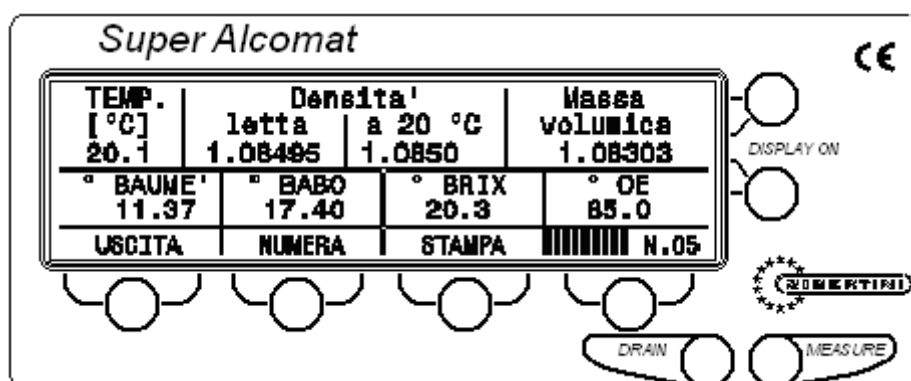

Fig. 15
- selezionare VALUTAZIONE MOSTI dalla pagina del MENU' PRINCIPALE premendo [3] (Fig. 4). Attendere lo "zero" della bilancia e premere il tasto [MEASURE]. Il pescante viene immerso automaticamente nella soluzione e ha inizio la misura. Sul display vengono visualizzati: temperatura, densità letta, densità corretta a 20 °C (con quattro cifre) e massa volumica a 20 °C del campione di mosto in esame (campione valido per $d_{20/20}$ compresa tra 1.04 e 1.16, Fig. 15);